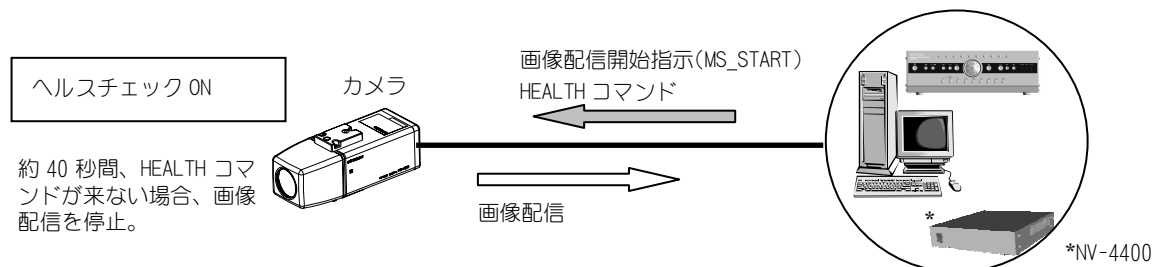

図 9-5 ヘルスチェック ON
- (1) ネットワークカメラは、図 9-5に示す様に配信開始コマンド(MS_START)を受信すると、画像配信を開始します。
- (2) 以降、ネットワークカメラは HEALTH (ヘルス) コマンドを受信している間、画像配信を続けます。
- (3) ネットワークカメラは HEALTH コマンドが約 40 秒間送信されてこないと、画像配信を停止します。